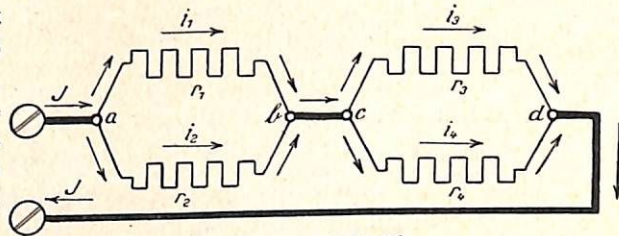

Abb. 21 (zu Aufg. 61).
61. In der gemischten Schaltung nach Abbildung 21 hat der Widerstand r_1 5 Ω ; der Widerstand r_2 8 Ω ; der Widerstand r_3 5 Ω und der Widerstand r_4 15 Ω .